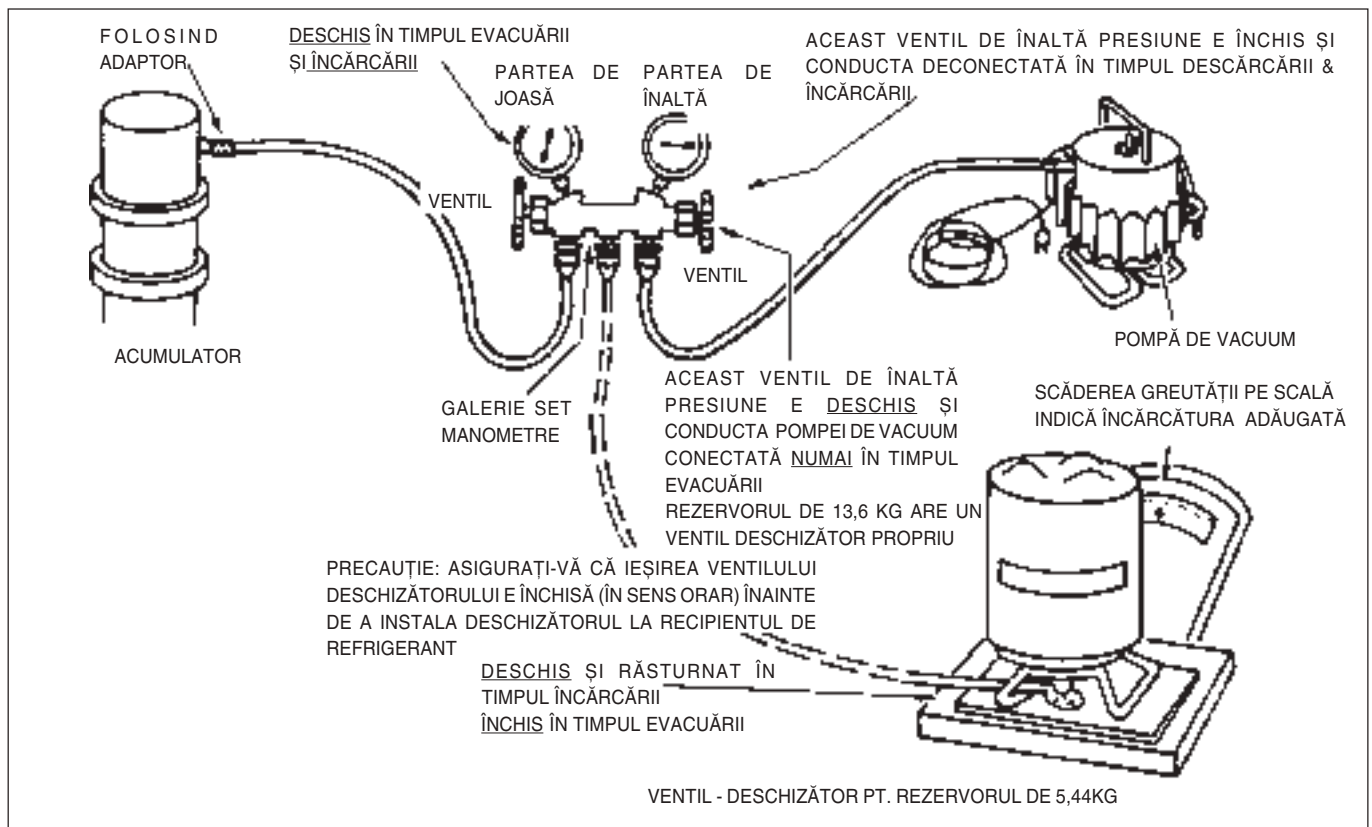

Fig. 14 Încărcarea sistemului cu rezervorul
- 2) Pt a începe evacuarea sistemului A/C cu pompa de vacuum și setul de manometre (vezi Fig. 14), se deschid ușor ventilile manometrelor pe partea de înaltă și joasă și se pornește pompa de vacuum. Va pompa în sistem până când la manometrul părții de joasă presiune se va realiza un vacuum de 711,2-736,6 mm